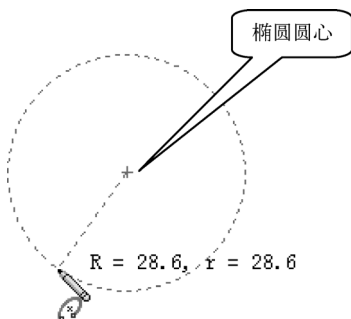

图 2-35 确定部分椭圆的圆心位置
STEP 2 在绘图区的适当位置单击确定椭圆圆心的位置，移动鼠标指针拖出一个虚线圆，如图 2-35 所示。